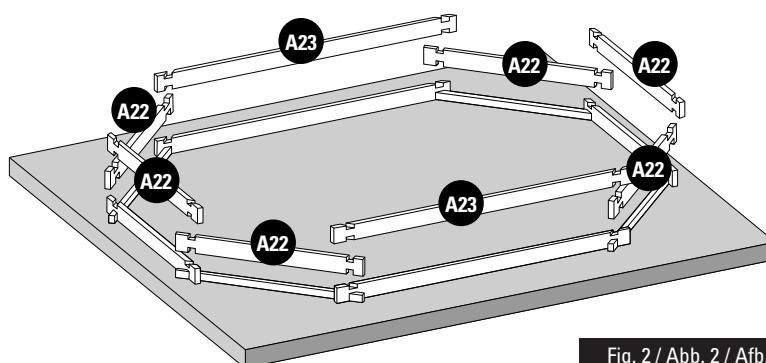

Fig. 2 / Abb. 2 / Afb. 2
- EN** **2nd LAYER OF BOARDS:** • Install the second layer of boards as shown in figure 2. • There is a wooden wedge in the structure packet to correctly assemble the boards. • Never directly hit against the boards. You would damage the pegs and would weaken the structure. Do not hit them with anything metallic. This would inevitably damage the wood. • Try to correctly assemble the boards right from the start. There should not be any space between each layer of boards to avoid maladjustment of the higher boards.
- FR** **2ÈME RANGÉE DE MADRIERS :** • Positionnez les madriers de la deuxième rangée conformément à la figure 2. • De manière à emboîter correctement les madriers, une cale en bois est à votre disposition dans le colis de structure. • Ne pas taper directement sur les madriers. Cela abîmerait les languettes et nuirait à la solidité de la structure. • Ne pas frapper avec une pièce métallique. Cela détériorerait le madrier irrémédiablement. • Veillez à emboîter bien à fond les madriers dès le départ. Il ne doit pas y avoir d'espace entre chaque rangée pour éviter un décalage au niveau des madriers supérieurs.
- DE** **2. BRETTERREIHE:** • Platzieren Sie die Bretter der zweiten Reihe laut Abb. 2. • Um die Bretter richtig anbringen zu können, finden Sie einen Holzkeil im Paket des Tragwerks. • Nicht direkt auf die Bretter klopfen. Das würde die Zapfen und die Festigkeit des Tragwerks beschädigen. • Nicht mit einem Metallteil darauf klopfen. Es würde das Holz unabänderlich beschädigen. • Versuchen Sie, die Bretter von Anfang an tiefgehend ineinander zu fügen. Zwischen den Reihen darf kein Platz sein, um eine Fehlanpassung der oberen Bretter zu vermeiden.
- NL** **2ª RIJ PLANKEN:** • Plaats de planken van de tweede rij zoals aangegeven op afbeelding 2. • Om de planken correct te assembleren, zit er een houten wig in het pakket van het frame. • Sla niet direct op de planken. Daardoor gaan het profiel kapot en wordt de stevigheid van het frame ondermijnd. • Sla er niet direct op met metaal. Hierdoor raakt het hout onherstelbaar beschadigd. • Zorg ervoor dat de planken vanaf het begin stevig op elkaar aansluiten. Er mag geen ruimte tussen de rijen overblijven, om te voorkomen dat de bovenste houtdelen onregelmatig uitkomen.